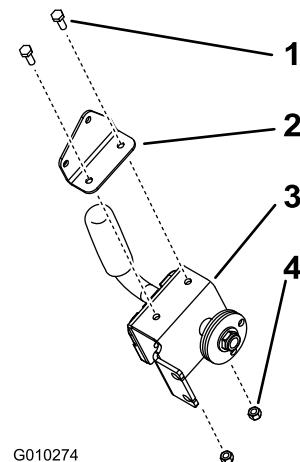

Figura 3
1. Instale el conjunto de la palanca en la escuadra con 2 pernos (1/4 x 3/4 pulg.) y 2 contratuercas (1/4 inch)(Figura 3). Asegúrese de utilizar la escuadra correcta.